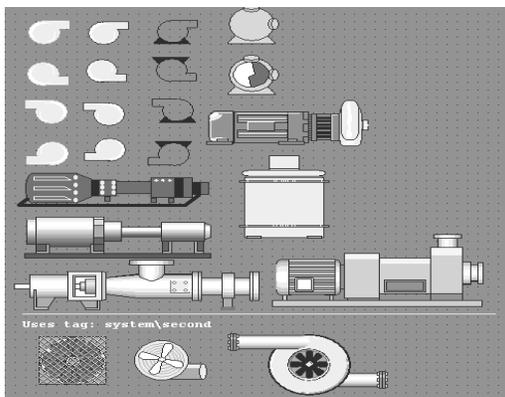
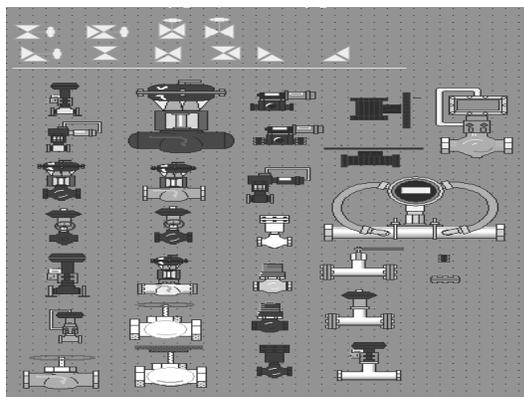
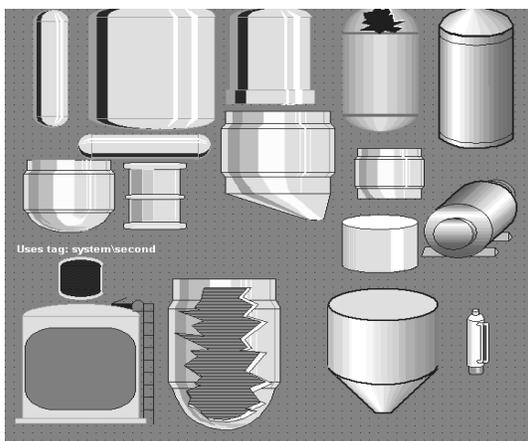

图 1.57 泵图形库
图 1.58 阀图形库
图 1.59 水罐图形库
(3) 二次供水系统的图形制作，主要由元件的选择、管道的连接、矩形框的绘制、动画设置、输出显示的设置、文字的制作 6 部分组成。
① 元件的选择。单击菜单左上角的“显示项目管理器”工具条，在编辑模式下，打开“图形”文件夹，双击库，弹出库的相关图形文件，选择 pumps，如图 1.57 所示，valves 如图 1.58 所示，tanks 如图 1.59 所示。分别选择水泵、水塔 1、水塔 2、中间阀、出水阀 5 个元件。